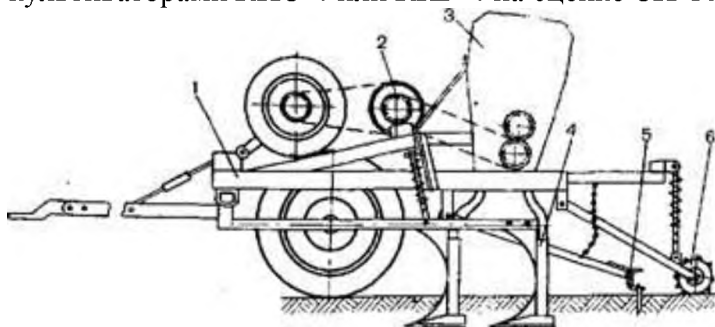

Рис. 20. Комбинированная машина для локально-ленточного внесения полных доз минеральных удобрений с одновременной предпосевной обработкой почвы:
3. Для внесения при культивации основной дозы минеральных удобрений локально-ленточным способом используют комбинированную машину на базе культиватора КПС-4 (КПП-4) с одновременным выравниванием и прикатыванием поверхности почвы (рис. 20). В зависимости от условий работы и наличия машин в хозяйстве культивацию проводят различными по составу агрегатами (табл. 19).
10. Для культивации с одновременным локально- ленточным внесением минеральных удобрений на глубину 10—15 см на раму культиватора 1 (см. рис. 20) устанавливают емкость 3 под удобрения со специальных сеялок СУ-24 или СУК-24 с приводом 2 на высевающие аппараты от опорного колеса культиватора (с передаточным отношением 0,4...0,9), что позволяет регулировать норму внесения удобрений от 150 до 700 кг/га физического вещества.